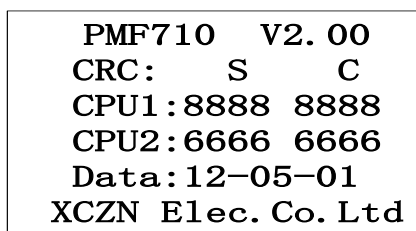

图 6-14 装置版本信息
6.5.13 进入“版本”菜单后，显示装置软件版本信息及 CRC 校验码。如图 6-14 所示：